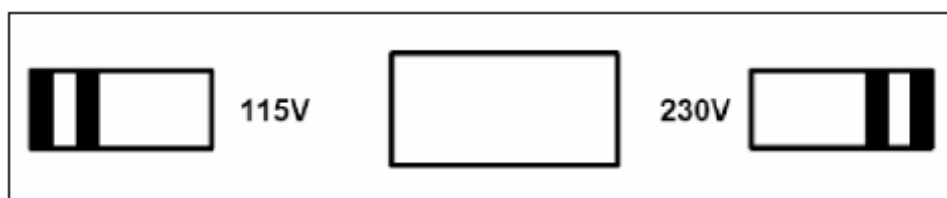

Figura 2. Comutatorul pentru tensiunea de alimentare (115V și 230V)
Tensiunea de alimentare poate fi setată cu ajutorul comutatorului de pe Încărcătorul / Adaptorul de alimentare BE345, prezentat în figura 2; setările posibile sunt 115V sau 230V.
- Înainte de utilizare verificați dacă tensiunea selectată indicată pe BE345 este corespunzătoare tensiunii și frecvenței rețelei locale (consultați figura 2). Dacă este necesar setați comutatorul la tensiunea corectă.